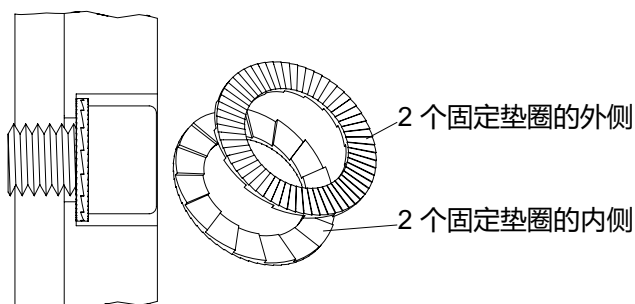

图 5 Nord-Lock® 固定垫圈的正确安装位置
注意 确保 Nord-Lock® 固定垫圈的安装位置和拧紧扭矩正确，如图 5 和拧紧扭矩表所示！
- 在正确的安装位置上按压固定环 (7/106) (参见图 5)。
- 在正确的安装位置上按压固定环 (8/2) (参见图 5)。